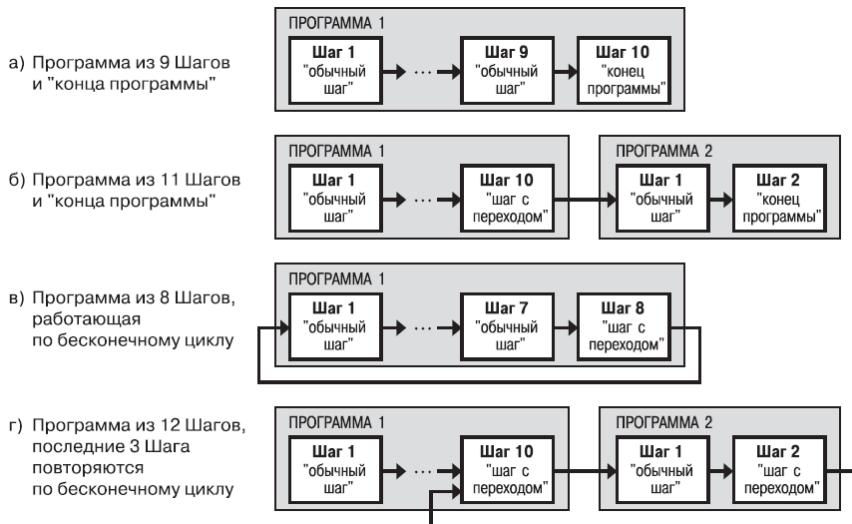

Рисунок 3.4 - Примеры Программ, которые можно реализовать с помощью различных типов Шагов
- Программу, состоящую более чем из 10 Шагов (рисунок 3.4, б, г);
- Программу, работающую по бесконечному циклу (рисунок 3.4, в, г).
Нециклическая Программа в TPM151-04 (рисунок 3.4, а, б) состоит из последовательности «обычных шагов» и «шагов с переходом», которая заканчивается Шагом типа «конец программы».